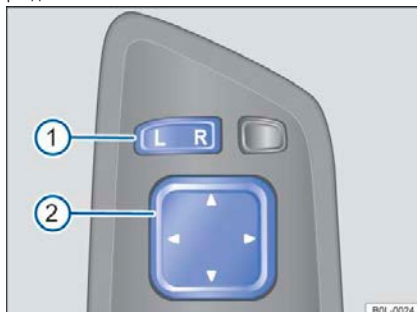

Рисунок 71 Водительская дверь: элементы управления внешними зеркалами заднего вида
- Нажмите кнопку выбора зеркала на водительской двери → рис. 71 ① в нужное положение.
- Нажмите кнопку регулировки ② вперед, назад, влево или вправо в соответствии с символом, чтобы установить зеркало в правильное положение.